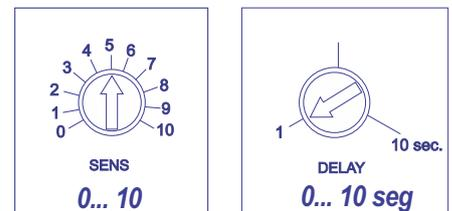

Figura 4
6 - No caso de processo onde exista turbulência ou vórtices, recomendamos o uso da chave confeccionada em haste rígida de aço inox, conforme figura 4.
6. Determinado os níveis mínimo e máximo, gire o trimpot de sensibilidade (SENS) até a metade entre as duas marcas, conforme figura 4. Este ponto é a configuração ideal, pois preveni que a chave atue de forma intermitente, indicando falsos alarmes